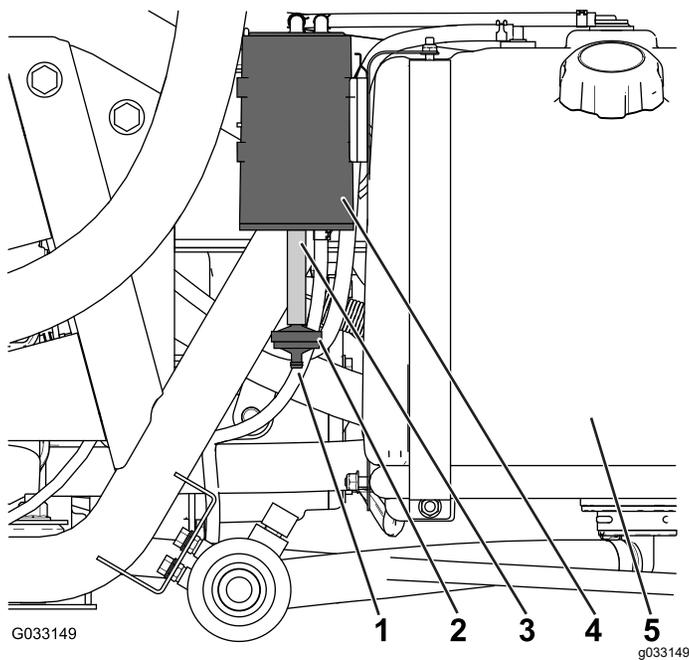

图 47
检查碳罐空气过滤器底部的开口确保开口清洁且没有任何杂物和障碍 图 47。
1. 从碳罐底部的软管拆下碳罐过滤器的宝塔接头然后取出过滤器图 47。